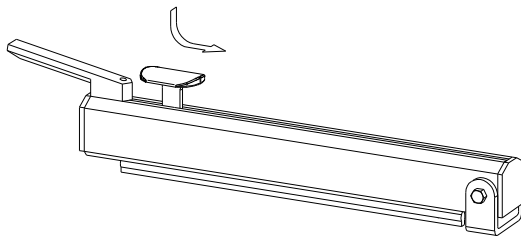

Fig1
3. Vid avskärning: Pressa ned knivhållaren och för knivslåden snabbt över folien under tiden armen är i nedpressat läge (fig.1).
3. Folien kan kuttes ved å trykke den røde knivholderen på sveisearmen ned og samtidig skyve den til den andre siden av armen, mens denne er nede (fig.1).
3. Folię można obciąć. W tym celu należy wcisnąć czerwony uchwyt noża i przejechać nim wzdłuż ramienia, w czasie, gdy ramię urządzenia jest opuszczone (Rys. 1).